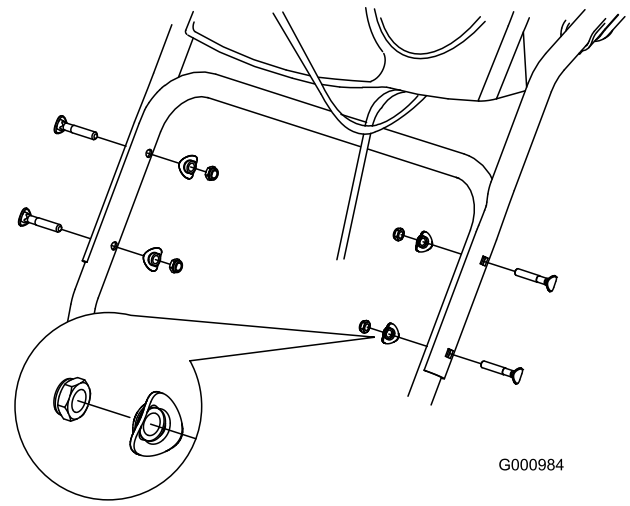

Bild 5
2. Befestigen Sie den oberen Griff mit vier Griffschrauben, vier gekrümmten Scheiben und vier Sicherungsmuttern aus der Tasche mit den lose mitgelieferten Teilen (Bild 5).